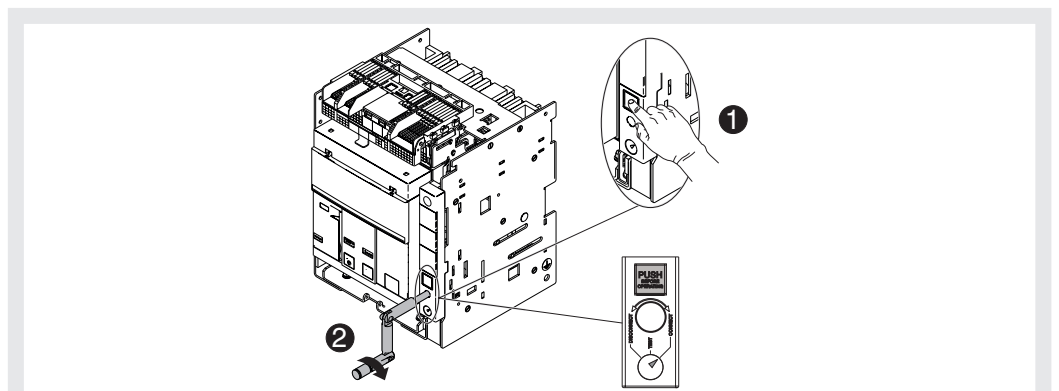

Figura 36
7. Premere il pulsante di blocco e ruotare la manovella in senso orario sino a quando il pulsante fuoriesce ed il segnalatore indica che l'interruttore è in posizione **CONNECT**. Vedi Figura 36.